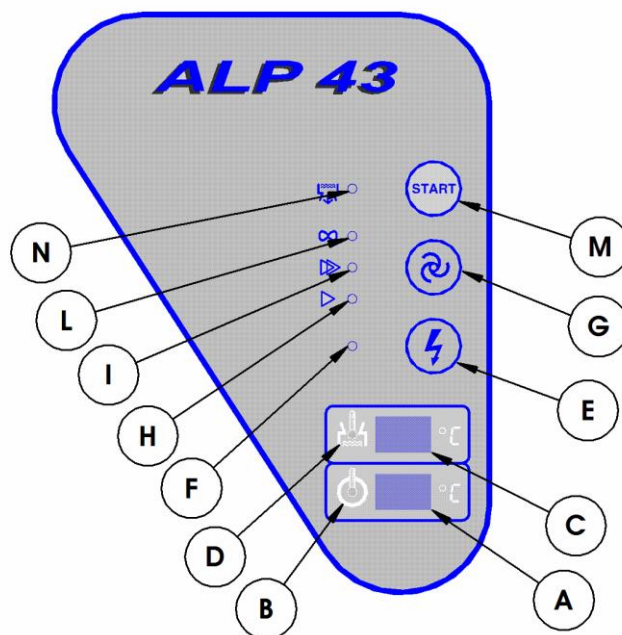

Figure 1
En se référant à la figure 1, la mise en route de la machine se fait en poussant l'interrupteur général (E) et elle est signalée par l'allumage du voyant (F).